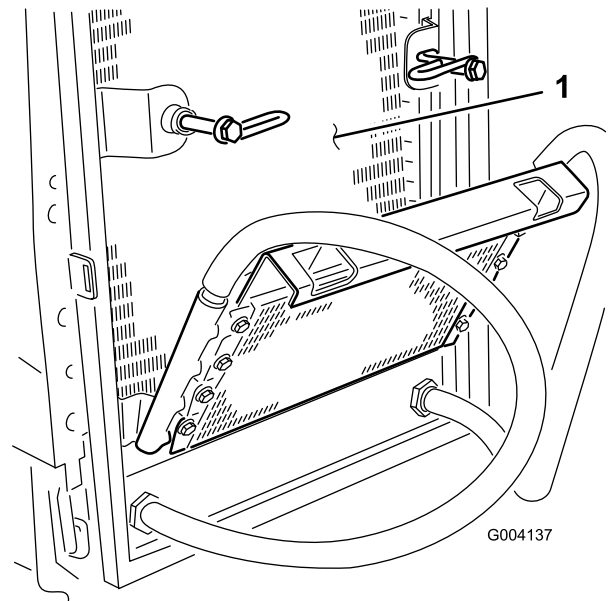

Figura 62
6. Pulite accuratamente entrambi i lati del radiatore dell'olio e del radiatore utilizzando aria compressa (Figura 62).